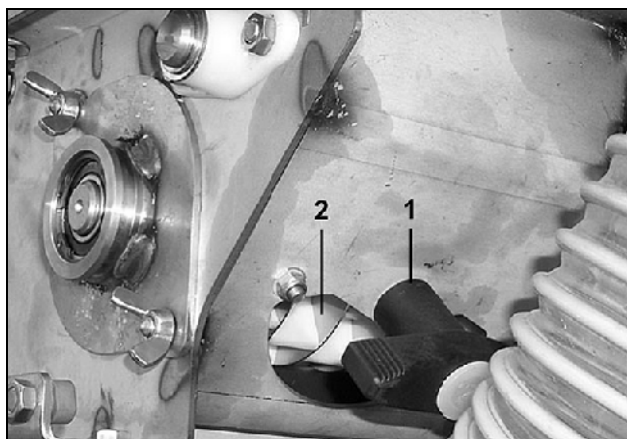

Fig. 117
- Aprire la valvola di svuotamento dei residui (Fig. 117/2) ruotando l'impugnatura (Fig. 117/1).
- Chiudere la valvola di svuotamento dei residui (Fig. 117/2) e fissare il recipiente di raccolta della semente sul contenitore della semente.